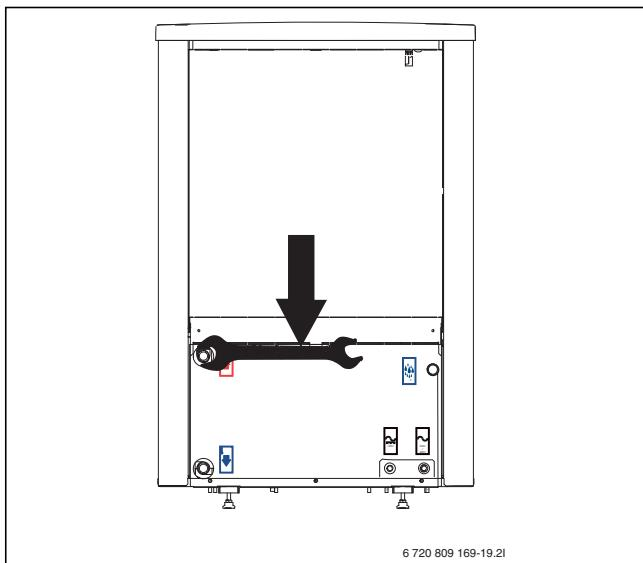

Рис. 80 Момент затяжки соединений теплового насоса.
- ▶ Затяните трубные соединения контура теплоносителя с усилием 120 Нм. Нажмите вниз как на Рис. 80, чтобы не оказывать поперечного давления на конденсатор.